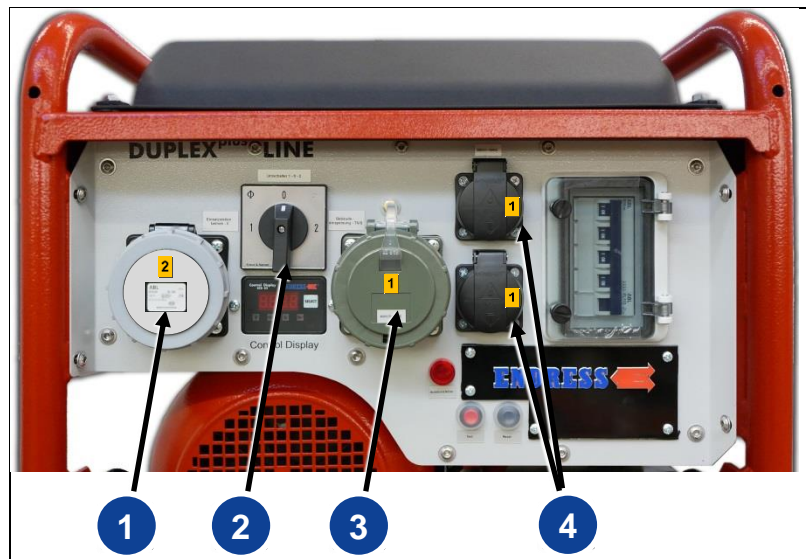

Bild 4-6: Anslut konsument version II/TN-S
Växla driftsläge (Bild 4-6-(2)) ENDAST om generatoren står stilla!
För att göra detta, välj driftsläge "användningsställesdrift" på omkopplaren (bild 4-6-(2)).
Obs! Den matas in i det stationära systemet via ett vitgrått CEE-uttag 400 V / 50 Hz / 1h 3 ~ (se bild 4-6-(1)) via en flexibel anslutningskabel (H07RN-F eller motsvarande) i den installerade matningsfördelaren. Alla andra uttag är inte aktiverade i detta läge.
1. Välj driftsläge "byggnadsmatning" på omkopplaren (*bild 4-6-(2)*).
3. Anslut den flexibla anslutningskabeln till CEE-uttaget 400 V / 50Hz / 7h 3 ~ med vit färgkod (*se bild 4-6-(1)*)